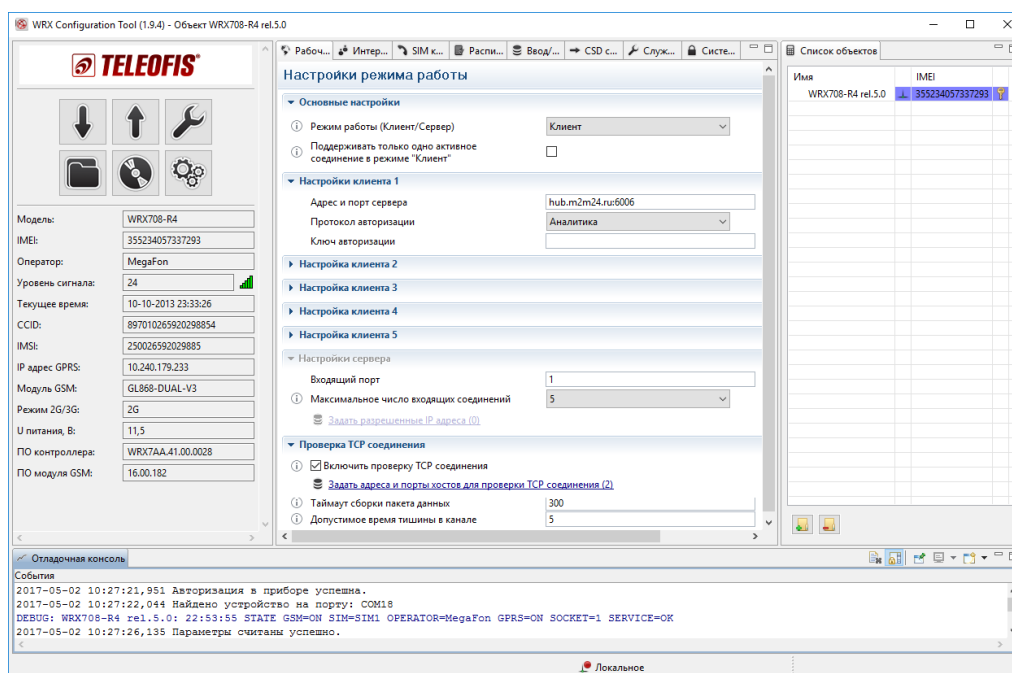

Рис. 25. WRX Configuration Tool. Стартовый вид.
4. После установки драйвера запустите программу настройки терминала **WRX Configuration Tool.exe**. Внешний вид программы после запуска показан на Рис. 25.
Программа состоит из основного окна, содержащего рабочие вкладки, и окна «Отладочная консоль» в нижней части программы. В консоли отображаются лог-сообщения о текущих процессах и изменениях в работе терминала (Рис. 25).